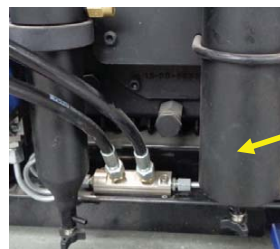

Рисунок 18
- отверните пробку сливного штуцера (рисунок 18);